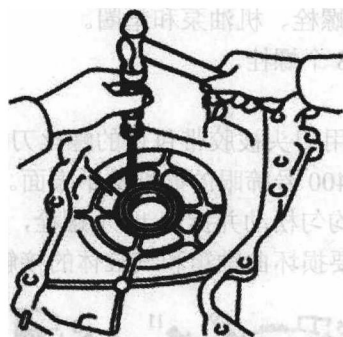
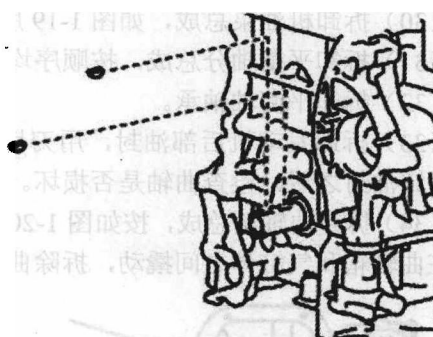

图 1-13 拆卸正时链条箱油封
图 1-14 拆卸带轮定位键
- (15) 拆卸油底壳分总成, 拆卸正时链盖分总成。
- (16) 用螺钉旋具和锤子拆卸正时链条箱油封, 如图 1-13 所示。
- (17) 拆卸曲轴位置传感器齿板。
- (18) 拆卸正时链条导向器。
- (19) 拆卸链条张紧器滑块, 拆卸链条减振器, 拆卸链条分总成。
- (20) 拆卸曲轴正时链轮。
- (21) 从曲轴上拆卸两个带轮定位键, 如图 1-14 所示。